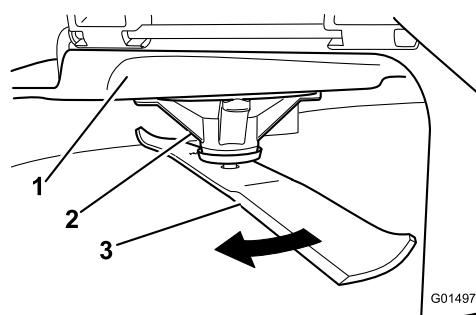

図66
- 厚手の丈夫な手袋をはめるなどして確実に保護した手で、ブレードをゆっくり回転させ、適当な位置で、刃先から床面までの距離を測定する図66。